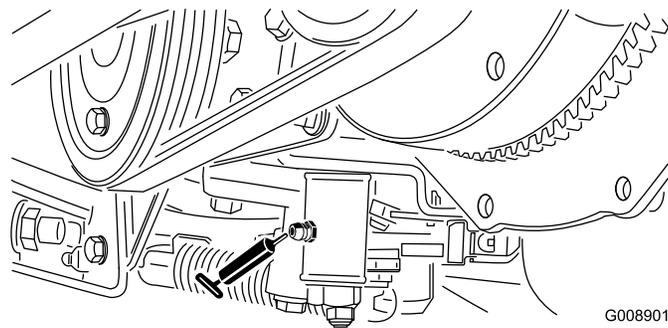

Figura 56
- Mecanismo de ajuste do ponto morto (Figura 56)